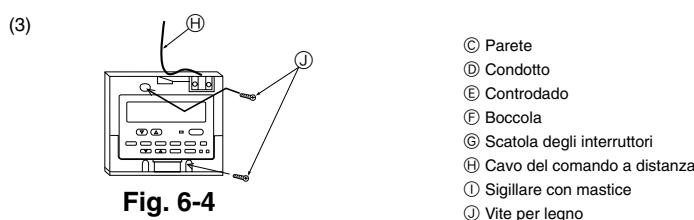

Fig. 6-4
- (3) In caso di installazione sulla parete (Fig. 6-4)